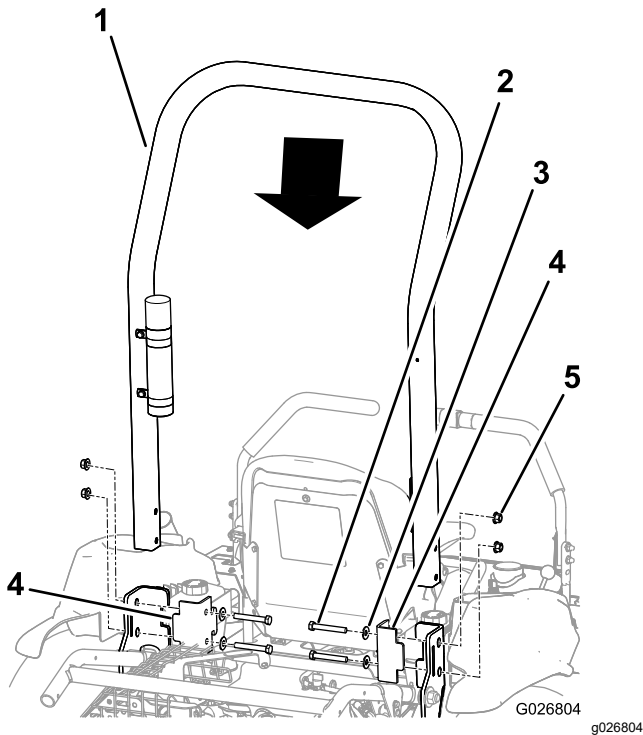

Figura 6
2. Coloque la barra antivuelco en la máquina como se muestra en la Figura 6.